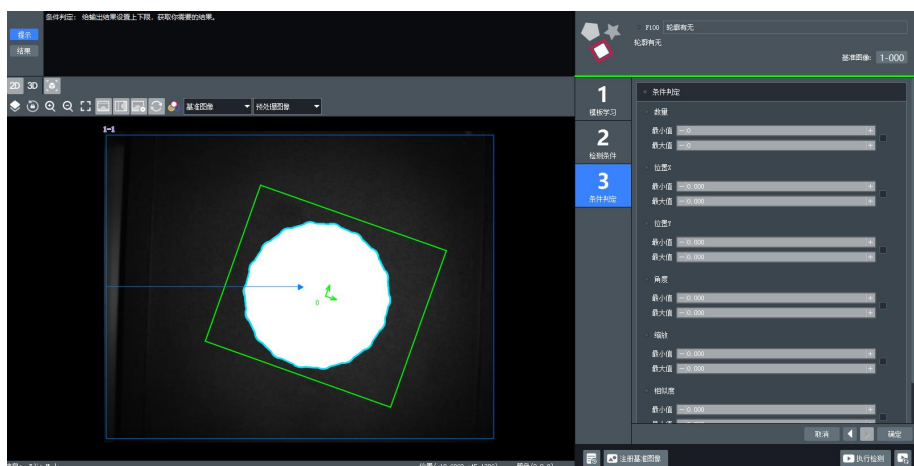

图 1-11 判定条件设置
5. 设置判定条件。根据检测值设定最大值和最小值来匹配对应判定项目，得出判定结果，如图 1-11 所示。